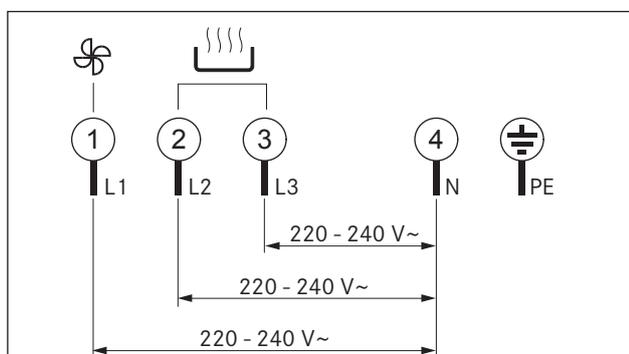
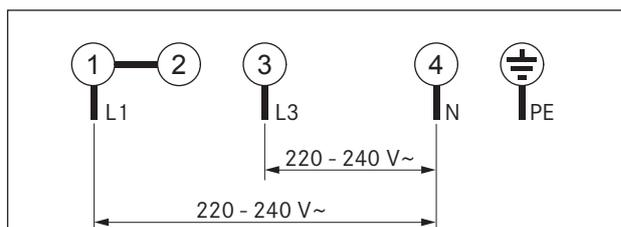
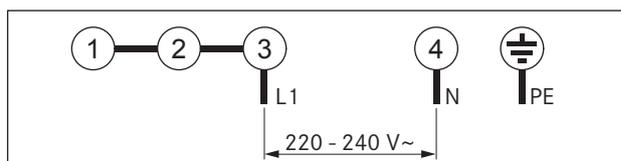

Fig. 6.36 Schema di collegamento Collegamento 3 fasi
Fig. 6.37 Schema di collegamento Collegamento 2 fase
Fig. 6.38 Schema di collegamento Collegamento 1 fase
- ▶ Collegare il cavo di collegamento alla rete secondo il rispettivo schema di collegamento (v. fig. 6.36, fig. 6.37, fig. 6.38) alla presa di alimentazione [2] del piano di cottura con aspiratore per piano cottura.
- ▶ Fissare le clip fermacavi [3] nei fori previsti (1) sul lato sinistro o destro per condurre i cavi all'indietro.